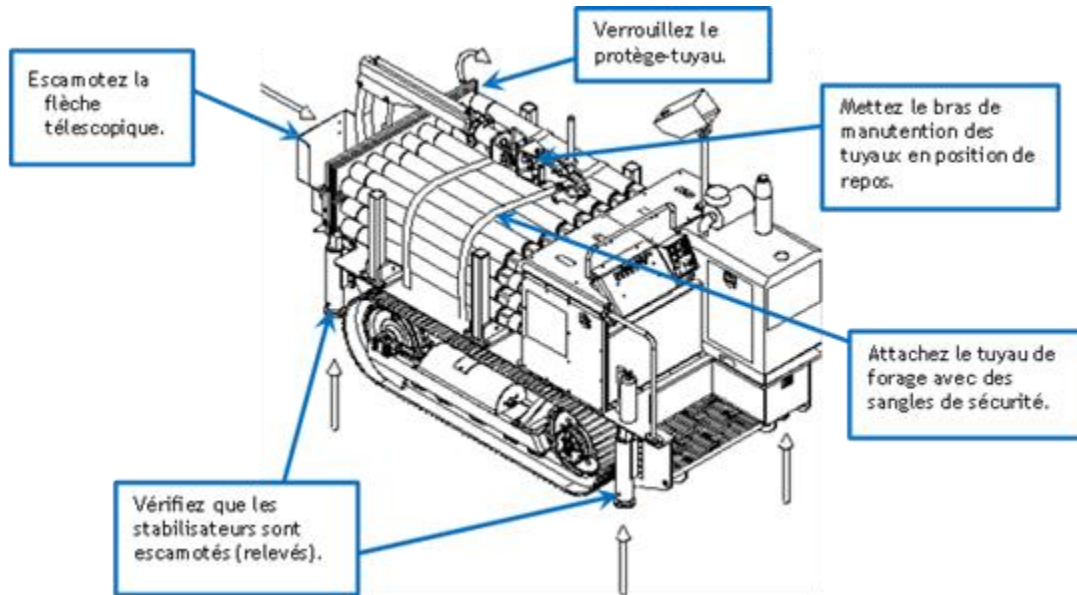

Figure 3.2.2
- 2- Toutes les pièces du pipe-tub doivent être rétractées complètement avant les déplacements (**figure 3.2.2**)